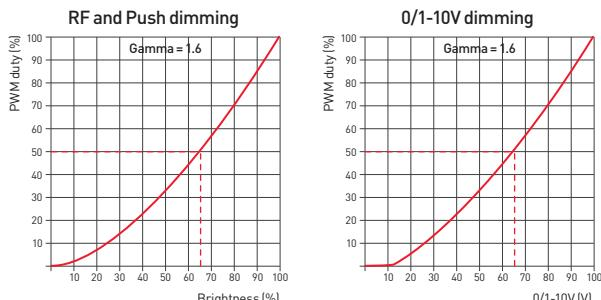

Рис. 2. Кривые диммирования в зависимости от типа управления
- 3.7. На рис. 2 представлены кривые диммирования в зависимости от типа управления.